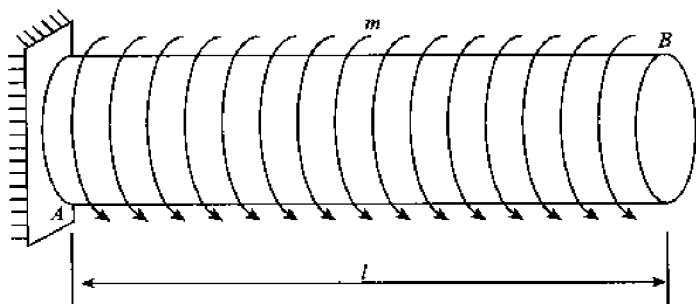

图 3-4
4. 如图 3-4 所示的构件,受均布力偶的作用,其力偶的集度为 $m=20\text{N}\cdot\text{m}/\text{m}$ 已知直径 $D=200\text{mm}$, $l=2\text{m}$,材料的 $G=80\text{GPa}$, $[\tau]=30\text{MPa}$,单位长度的需用扭角 $[\phi]=0.04\text{rad}/\text{m}$ 。试进行强度和刚度校核,并计算 A 、 B 二截面的相对扭转角 ϕ_{B-A} 。(20 分)